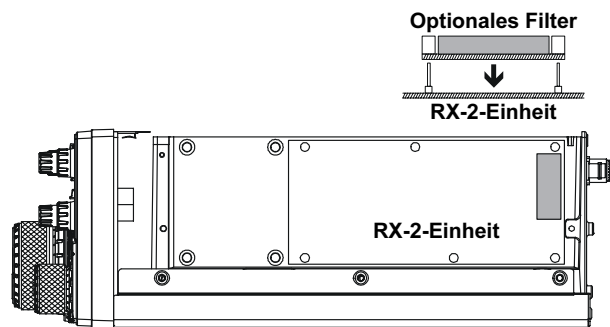

ABBILDUNG 2
5. Einbauplatz für das optionale Filter gemäß Abbildung 2 suchen. Filter so ausrichten, dass die Anschlüsse mit den Kontakt-Pins auf der Platine übereinstimmen und das Filter hineindrücken.